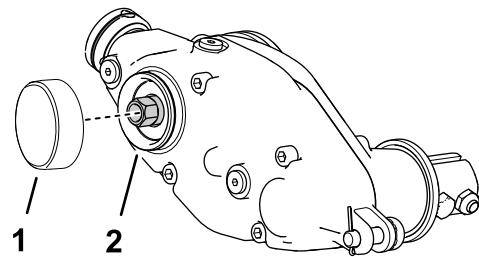

Figura 16
1. Applicate un composto bloccante a media resistenza per parti cilindriche (come Loctite verde 609®) intorno alla scanalatura dell'anello elastico e al diametro esterno (Figura 16).